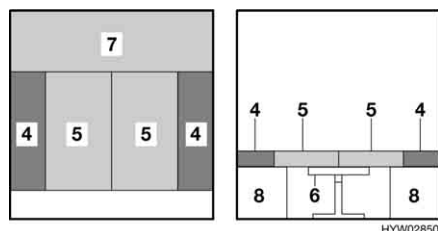

Fig. 47 Dopo la trasformazione
- Collocare i cuscini dello schienale (Fig. 47,4) sulla parete esterna. Rispettare la forma cuneiforme.
- Premere entrambi i cuscini del divano (Fig. 47,5) fra i cuscini dello schienale.